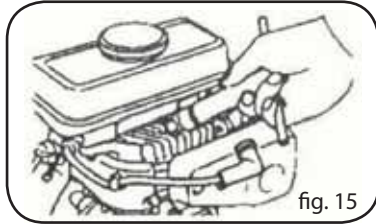

fig. 15
1. Retire la bujía mediante la específica llave (fig. 15).